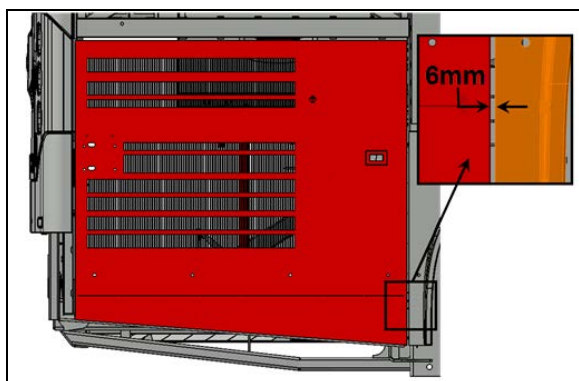

FIGURE 55:
7. Vérifier le jeu entre la porte et l'aile arrière au niveau du bras inférieur de la porte. Le jeu devait être 1/4" (6 mm) (Figure 55:).